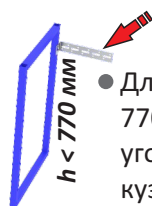

Рис. 4
- Для каждой рамы высотой до 770 мм используется **один** уголок для крепления к кузову по высоте. Рис. 4